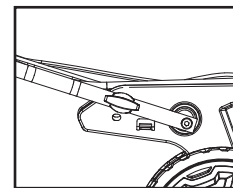
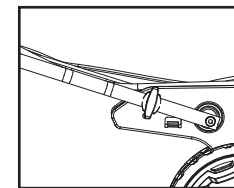

Fig.2A
Fig.2B
1. Dévissez les boutons de blocage et ouvrez le guidon de la position de pliage à la position de travail. (Fig. 2A / Fig. 2B)